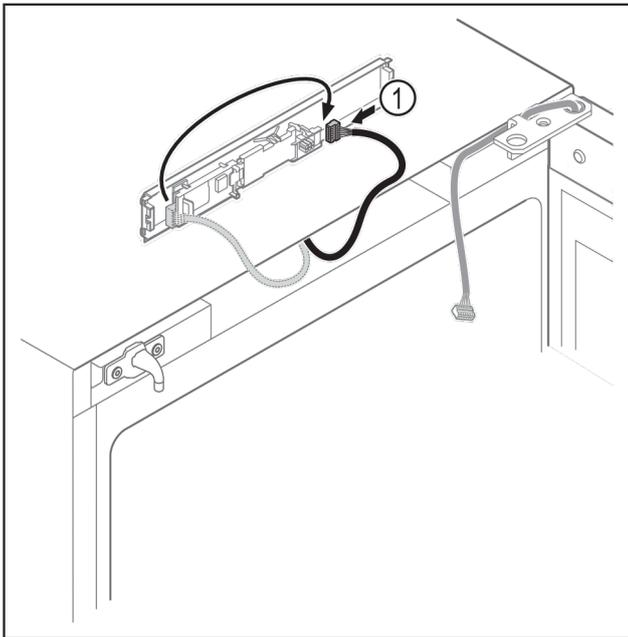

Fig. 17
- u Stecker Fig. 17 (1) auf Platine umstecken.